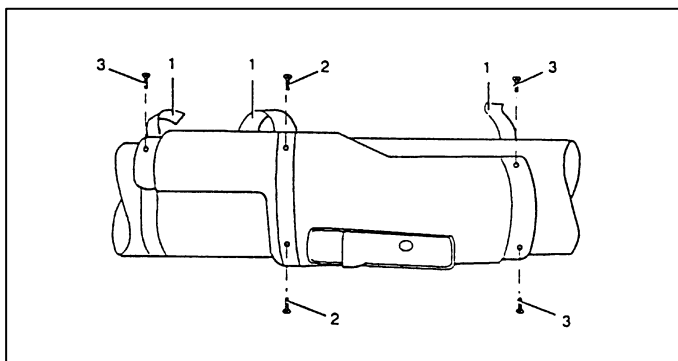

Fig 4-7. Remoção da Almofada de Apoio e Coronha
(1) Inspeção - Verifique se a almofada de apoio com a coronha não está danificada.
(2) Desmontagem (Fig 4-7)
- (a) Remova a fita (1) de modo que os parafusos de fixação fiquem expostos.